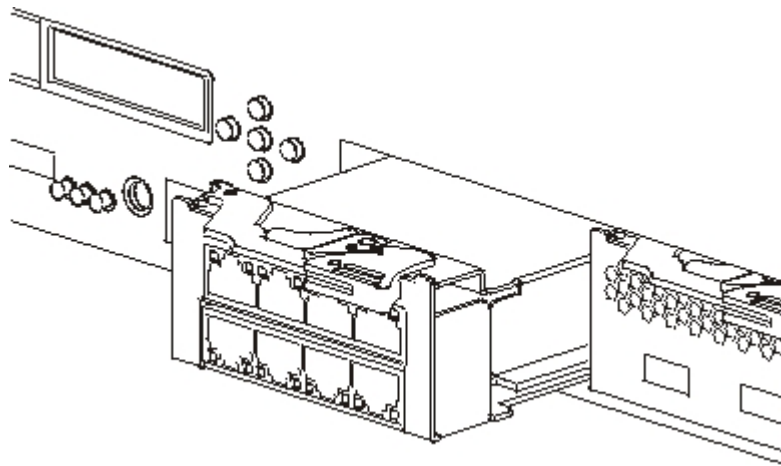

Figura 27. Removendo um módulo Ethernet
4. Puxe a alavanca em direção a seu corpo para extrair os módulos Ethernet, como mostrado em Figura 27.